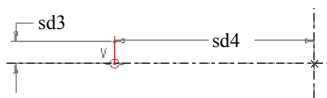
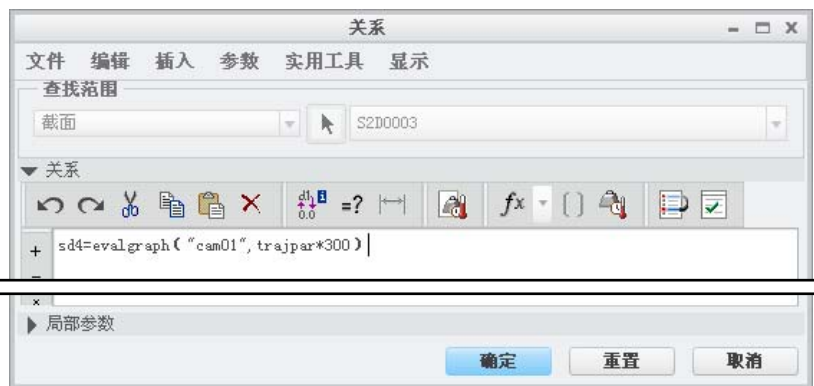

图 8.4.11 切换至符号状态
图 8.4.12 “关系”对话框
② 定义关系。单击功能选项卡模型意图 ▾ 区域中的按钮，在弹出的“关系”对话框中的编辑区输入关系 $sd4=evalgraph("cam01", trajpar*300)$ ，如图 8.4.11 和图 8.4.12 所示。